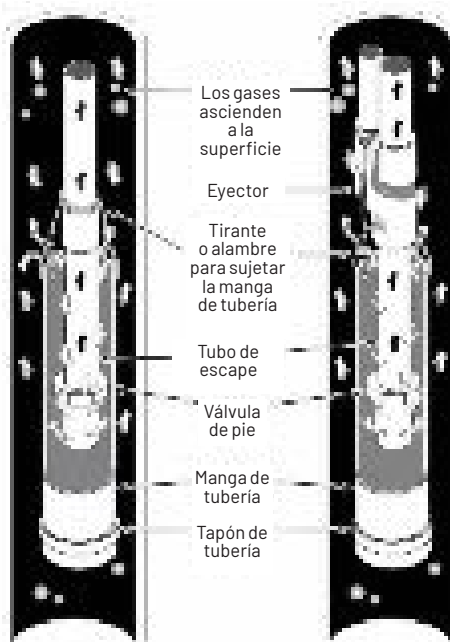

Figura 18: Control de gases/aire en el pozo
En algunas áreas, el agua de pozo contiene gases que se deben dejar salir antes de usar el agua. Para una salida de agua sin gases, suspenda una tubería, cerrada en la parte inferior y abierta en la parte superior, de modo que rodee la entrada de la tubería de succión (ver Figura 18). Dado que los gases ascienden por el revestimiento del pozo, el agua succionada a través de la tubería hacia la bomba de succión está libre de gases. Este tipo de pozo debe ventilarse hacia el exterior de cualquier encerramiento.
6. La boquilla en los modelos de 1/2 HP se puede quitar de la carcasa de la bomba con cualquier llave de tubo estándar de 1-1/4" con una extensión (Figura 18). En los modelos de 3/4 y 1 HP, la boquilla es parte de la carcasa de la bomba. Cuando reemplace la boquilla y el venturi, asegúrese de que estén apretados contra el hombro. Tenga cuidado de no cruzar la rosca. Si la boquilla no está completamente conectada a la carcasa, el flujo se bloqueará por la entrada del venturi.